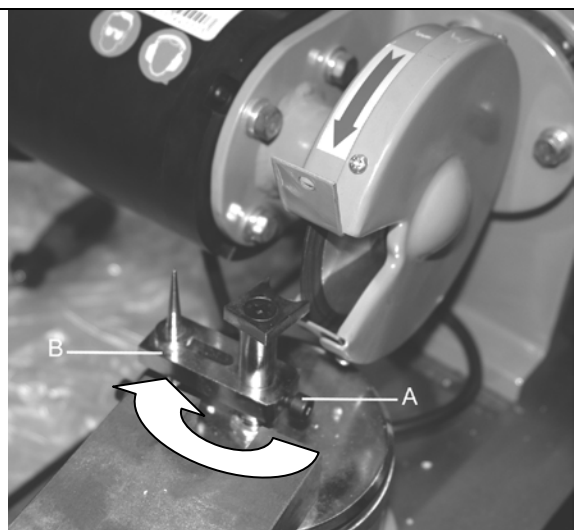

Abb. 9A
**Achtung:** Um den Werkzeugschlitten in die korrekte Position zum schärfen der Dachschneiden schwenken zu können, ist es notwendig, die Anschlagnadel auf die Motorseite zu drehen. (Abb.9A)
Dazu muss die Imbusschraube (Abb.9A-A) gelöst und die Anschlagnadel auf die Motorseite gedreht werden!